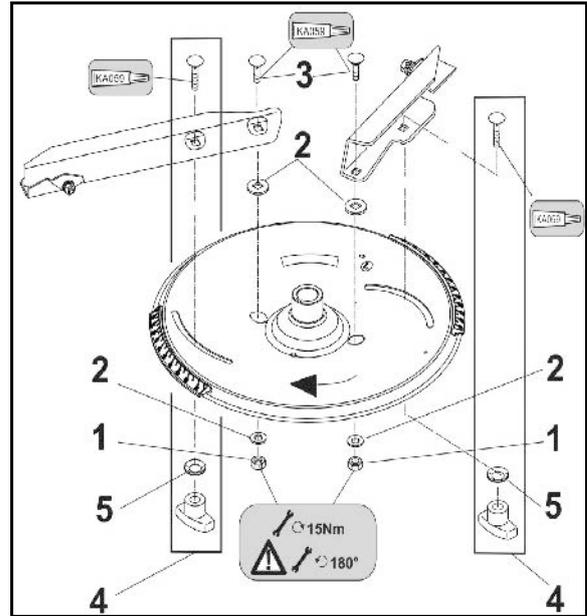

Fig. 90
- 6 tornillos de la célula de pesaje (Fig. 90/1)